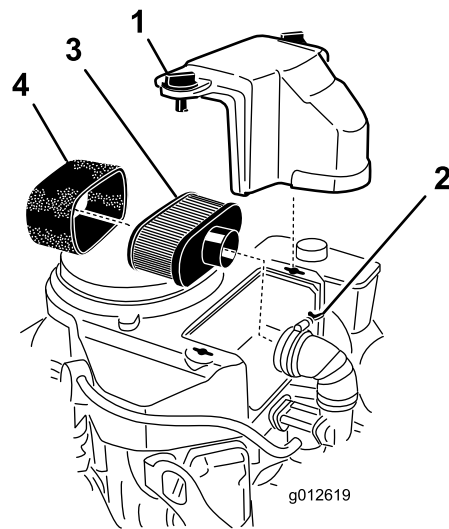

Figure 25
3. Nettoyez la surface autour du filtre à air pour éviter que des impuretés n'endommagent le moteur en tombant à l'intérieur (Figure 25).
4. Dévissez les boutons du couvercle et déposez le couvercle du filtre à air (Figure 25).
5. Dévissez le collier et déposez l'ensemble filtre à air (Figure 25).
6. Sortez délicatement l'élément en mousse de l'élément en papier (Figure 25).
1. Ne nettoyez pas l'élément en papier; remplacez-le (Figure 25).
1. Glissez délicatement l'élément en mousse sur l'élément en papier (Figure 25).
2. Posez l'ensemble filtre à air sur sa base et fixez-le en place avec les 2 écrous à oreilles (Figure 25).
3. Mettez le couvercle du filtre en place et serrez le bouton (Figure 25).